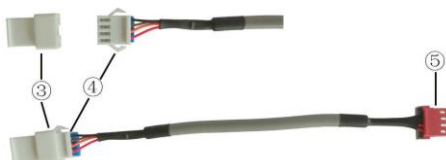

Fig. 24. Cable de conversión (adaptador):
- Cuando el equipo de aire acondicionado ya tenga instalado un cable de conversión (véase la fig. 24) para conectar el mando mural: